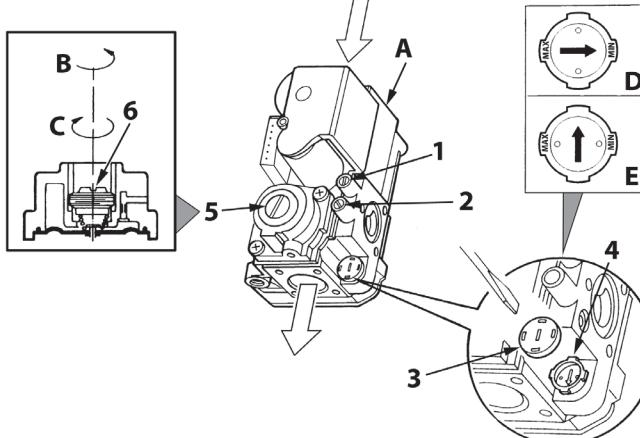

fig. 18 - Réglage de la pression
Sur les chaudières PEGASUS D 45 K 130, la puissance thermique du foyer - et par conséquent, la puissance thermique fournie à l'eau de chauffage - peut être réglée en agissant simplement sur le réglage du brûleur principal par le biais de la vanne à gaz (voir fig. 18). Les diagrammes du paragraphe cap. 5.2 illustrent la variation de la puissance thermique fournie à l'eau en fonction de la pression de fonctionnement du brûleur. Le fait de pouvoir adapter la puissance de la chaudière aux exigences spécifiques de chauffage permet principalement de réduire les dispersions et donc d'économiser du combustible. De plus, grâce à la variation de la puissance, réglementée également par la loi, les chaudières maintiennent inaltérées les valeurs de rendement et les caractéristiques de combustion.
- À l'aide d'un petit tournevis, ôter le capuchon de protection 5 de l'opérateur secondaire de la vanne à gaz de fig. 18.
- Relier un manomètre à la prise de pression 2 (fig. 18) montée en aval de la vanne à gaz ; tourner le bouton du thermostat de la chaudière sur la position maximum.
- Régler la pression à l'aide de la vis 6 (fig. 18) sur la valeur désirée, conformément aux diagrammes du paragraphe cap. 5.2.
- Ôter le petit capuchon de protection 3 de la vanne à gaz (fig. 18). À l'aide d'un petit tournevis, régler le "STEP" d'allumage pour le gaz souhaité (**G20-G25** position **D** fig. 18, ou **G30-G31** position **E** fig. 18) ; remettre ensuite le capuchon.
- Purger l'air présent dans les tuyauteries du gaz à l'aide de la prise de pression 1 de la vanne à gaz (fig. 18).